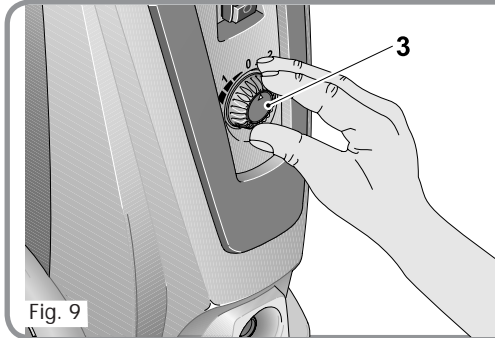

Fig. 9
This product is equipped with dual Dial-N-Wash® detergent tanks. The dial (3-Fig. 9) is used to control the suction between detergent tanks (1-2-Fig. 9) and increase/decrease detergent flow.
3. Turn dial (3) to choose the desired tank and increase/decrease detergent flow(Fig.9).
El aparato incorpora dos depósitos de detergente Dial-N-Wash®. El dosificador de detergente (3-Fig. 9) se utiliza para seleccionar entre ambos depósitos de detergente (1-2-Fig. 9) y para dosificar la cantidad de detergente.
3. Gire la rueda (3) para elegir el depósito deseado y aumentar/disminuir el caudal de detergente (Fig. 9).